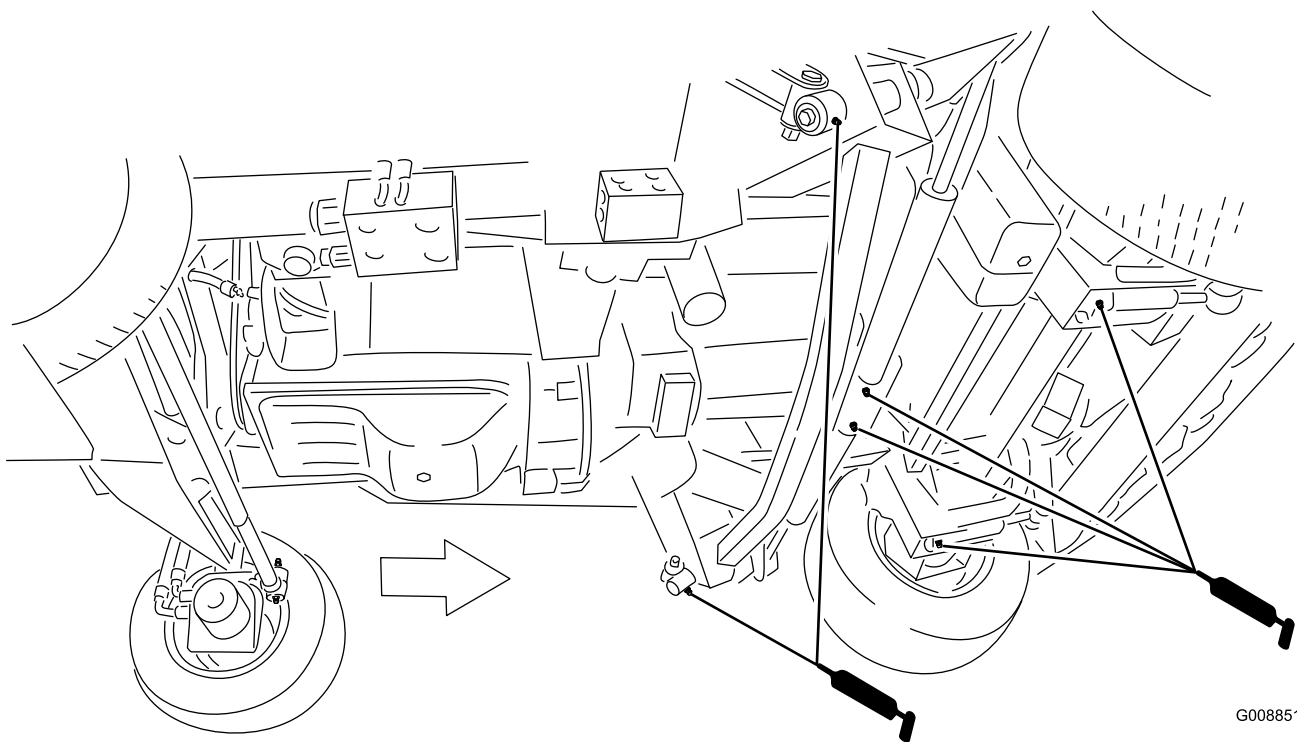

図 50
- ・ インパクトアーム (2ヶ所) (図 50)
- ・ 前デッキの昇降シリンダのピボット (2ヶ所) (図 50)
- ・ 左右デッキの昇降シリンダのピボット (2ヶ所) (図 50)